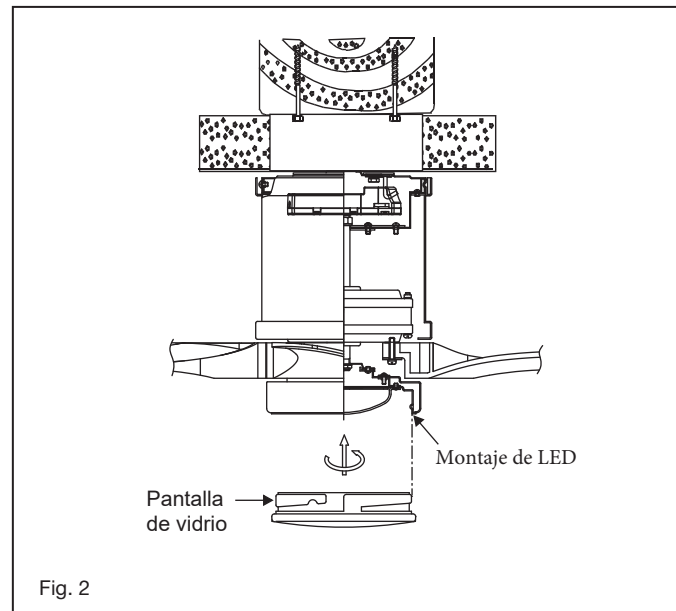

Fig. 2
- 2 Mientras sostiene el conjunto de LED debajo de su ventilador, haga las conexiones de enchufe polarizado: (Fig.2)